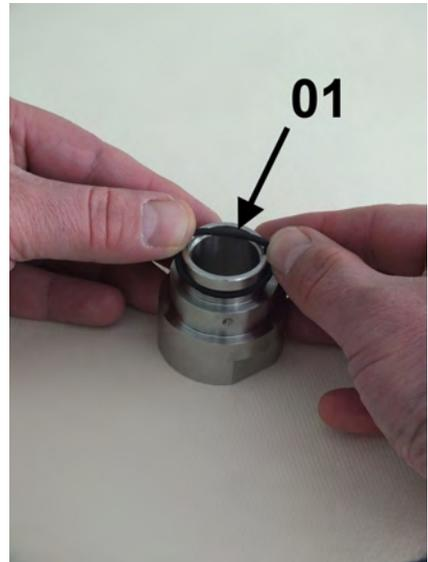
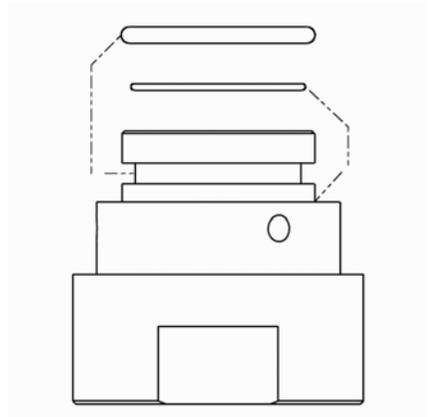

Abb. 39: O-Ring (Dichtung)
Abb. 41: Position der O-Ringe
1. → O-Ring (Dichtung) vorsichtig auf die Verschraubung aufziehen (Abb. 39/01), so dass er im oberen O-Ringsitz der Verschraubung sitzt (Abb. 41). Dabei darauf achten, dass der O-Ring nicht überdehnt wird
- 2.** ▶ O-Ring (Glaspuffer) vorsichtig auf die Verschraubung aufziehen (Abb. 40/01), so dass er im unteren O-Ringsitz der Verschraubung sitzt (Abb. 41). Dabei darauf achten, dass der O-Ring nicht überdehnt wird